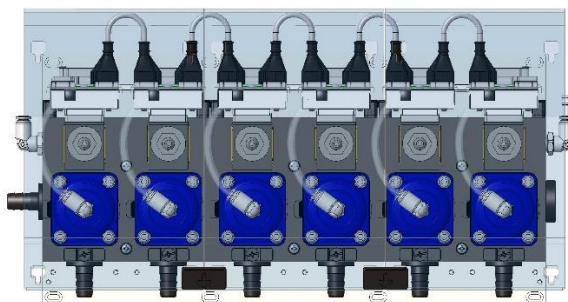

Fig. 10 Montage mural du distributeur
4. Monter l'ensemble du distributeur sur le mur avec les vis. (Fig. 10)